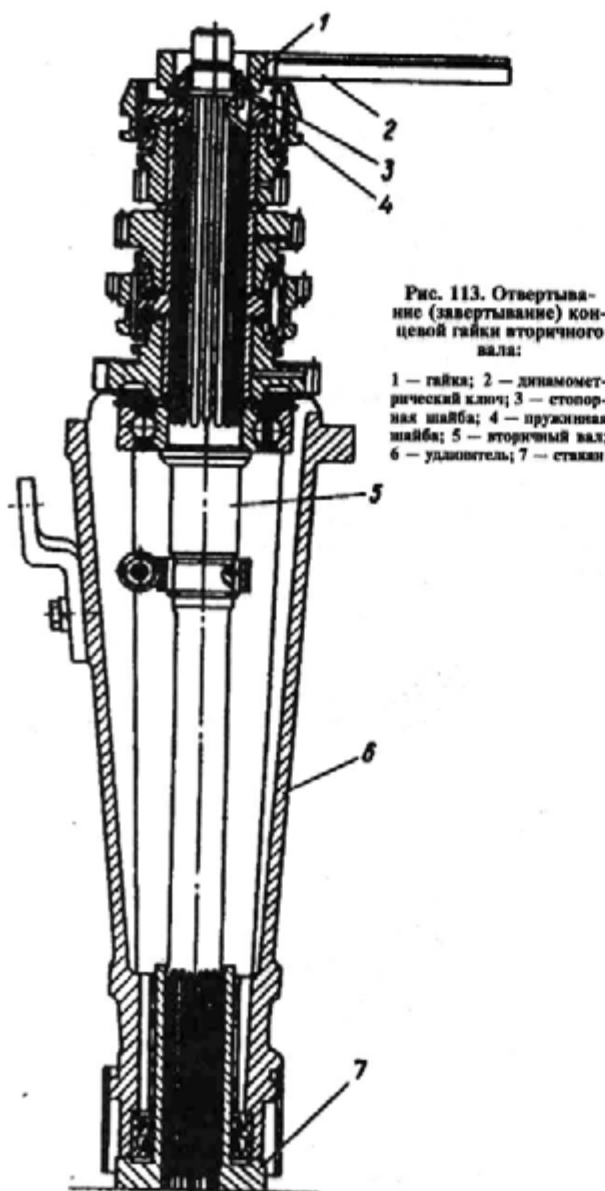

Рис. 113. Отвертывание (завертывание) концевой гайки вторичного вала:
— установите вторичный вал 5 (рис. 113) задним концом в закрепленный стакан 7 и отверните концевую гайку 1, предварительно разогнув стопорную шайбу 3;
7. Перед затяжкой концевой гайки 1 (см. рис. 113) вторичного вала обратите внимание на то, чтобы фиксирующие выступы стопорной шайбы 3 прошли через пазы пружинной шайбы 4 и разместились в пазах вторичного вала. Пружинная шайба должна быть ориентирована таким образом, чтобы ее периферийная выпуклость легла на торец ступицы. Гайку затягивайте динамометрическим ключом 2 (момент затяжки 30—40 Н·м (3—4 кгс·м)). Затяжку производите в два приема: предварительно — моментом около 100 Н·м (10 кгс·м), после чего, отпустив гайку, окончательно — моментом, указанным выше. Вторичный вал 5 размещают при этом в неподвижно закрепленном шлицеванном стакане 7.